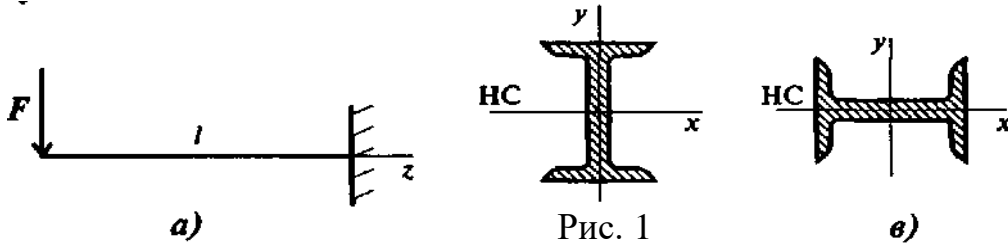

Рис. 1
18. В каком случае (рис. 1) балка выдержит большую нагрузку?